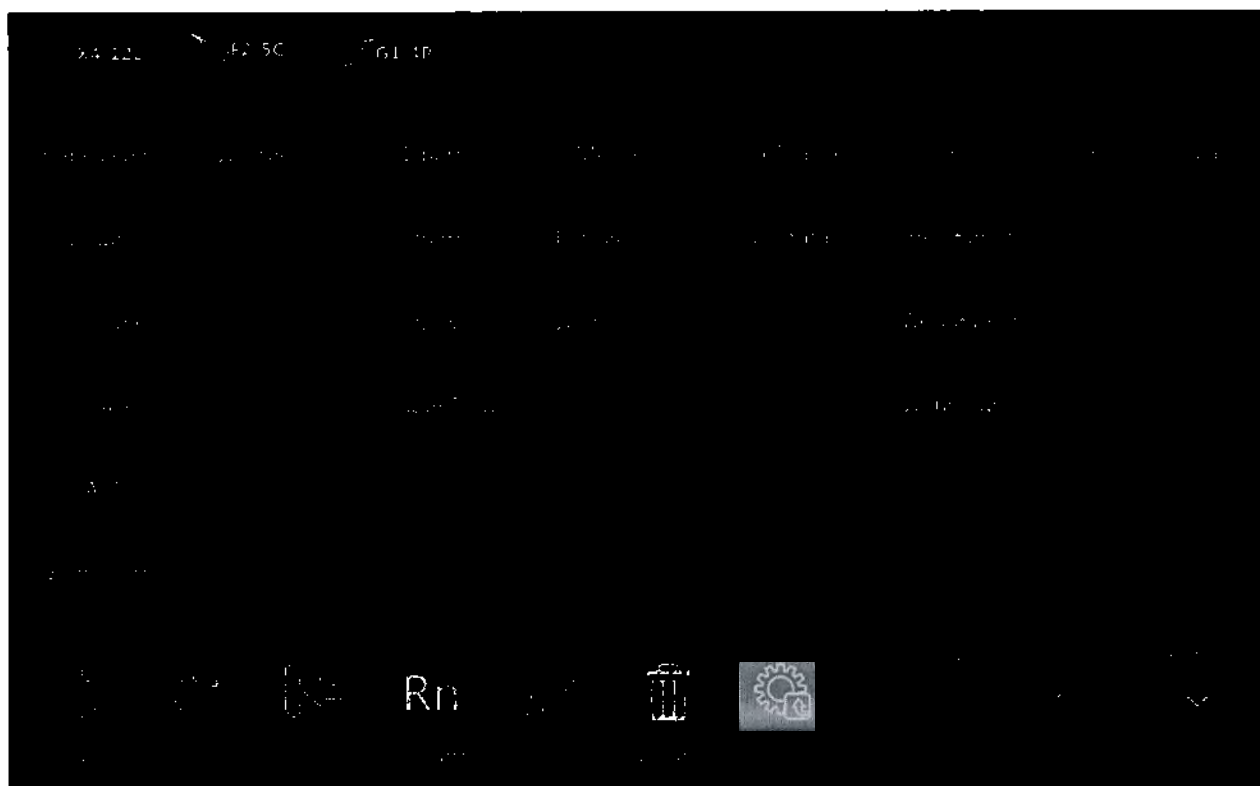

Рисунок 3.9 – Окно пресетов
4. Нажмите кнопку **Изменить** , откроется окно редактирования (см. Рисунок 3.9).
Примечание. В этом же окне при необходимости можно изменить параметр **Режим загрузки по умолчанию** (см. Рисунок 3.9), нажав на стрелку.